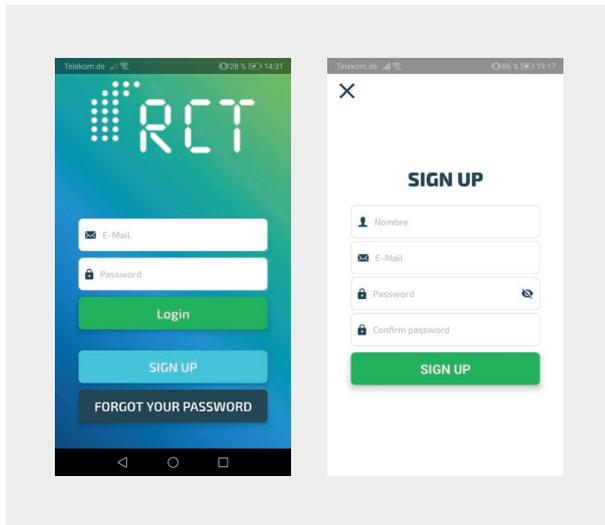

Abb. 7 | Benutzerkonto erstellen
**Benutzerkonto erstellen:** Öffnen Sie die App und folgen Sie den Registrierungsaufforderungen. Zur erstmaligen Anmeldung und Erstellung Ihres Accounts gehen Sie auf das Feld **SIGN UP**. (Abb. 7)